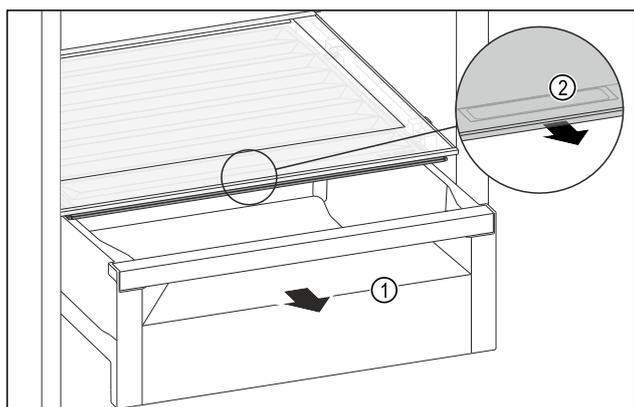

Fig. 108
- ▶ Retirer le tiroir Fig. 108 (1).
- ▶ Saisir la poignée encastrée Fig. 108 (2) du couvercle du compartiment et tirer le couvercle du compartiment par l'avant.